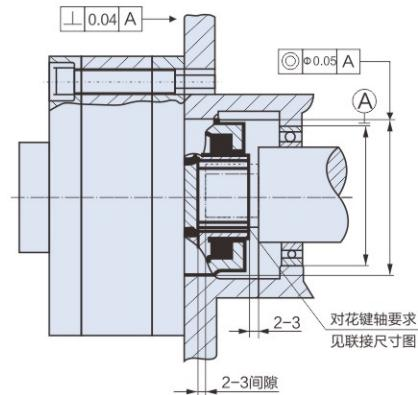

图1 对花键和安装基准的要求图
- 1、液压马达花键孔与工作机械花键轴必须对中，并保证两者松动配合。对花键处和安装定位机座的技术要求见（见图1），液压马达在机器中安装并连接好管路后，应用手或扳手搬动液压马达，此时转子应灵活，不得有卡住或重轻现象。
- 2、因QJM液压马达转子呈浮动状态，故安装时花键连接必须留轴向空隙2~3mm，以保证转子体可以在轴向有一定的窜动，（见图1）。